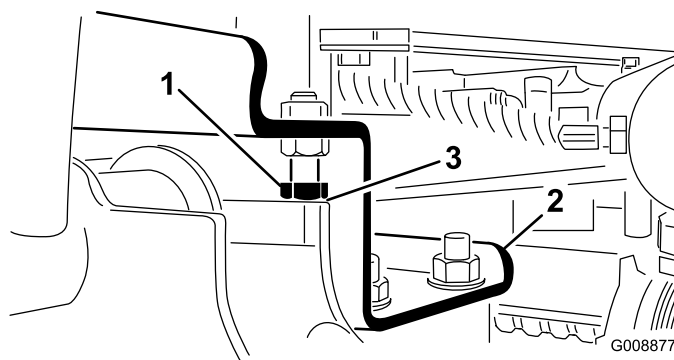

Figura 11
2. Compruebe que la holgura entre cada brazo de elevación y el perno de tope es de 0,13–1,02 mm (Figura 11). Si la holgura no está en este intervalo, ajuste los pernos de tope para obtener la holgura necesaria.
- A. Afloje los pernos de tope (Figura 11).